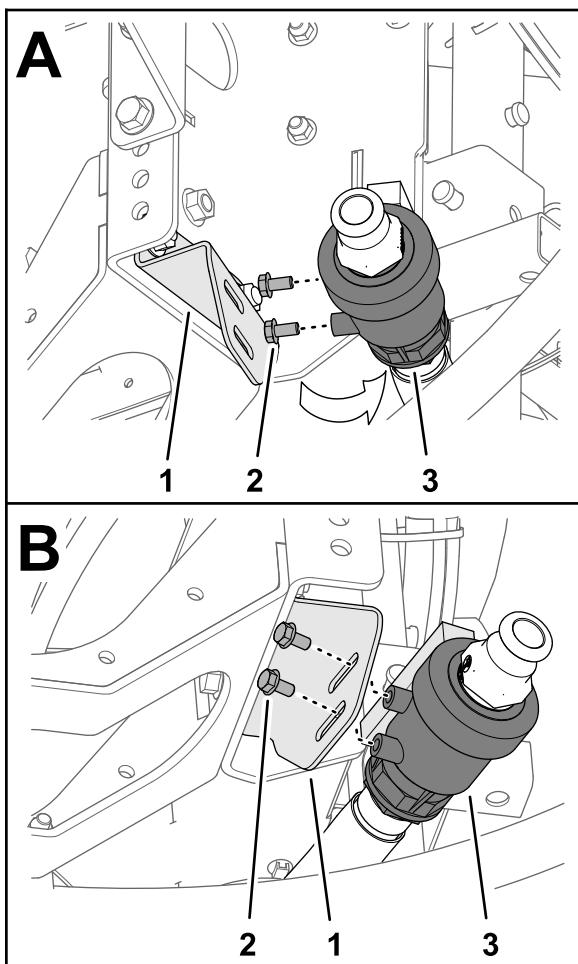

Figure 14
3. Retirez les 2 boulons à embase (5/16"x 5/8") du boîtier du robinet de vidange (Figure 14).
4. Fixez le robinet de vidange sur son support (Figure 14) à l'aide de 2 boulons à embase (5/16" x 5/8") que vous avez retirés à l'opération 3.